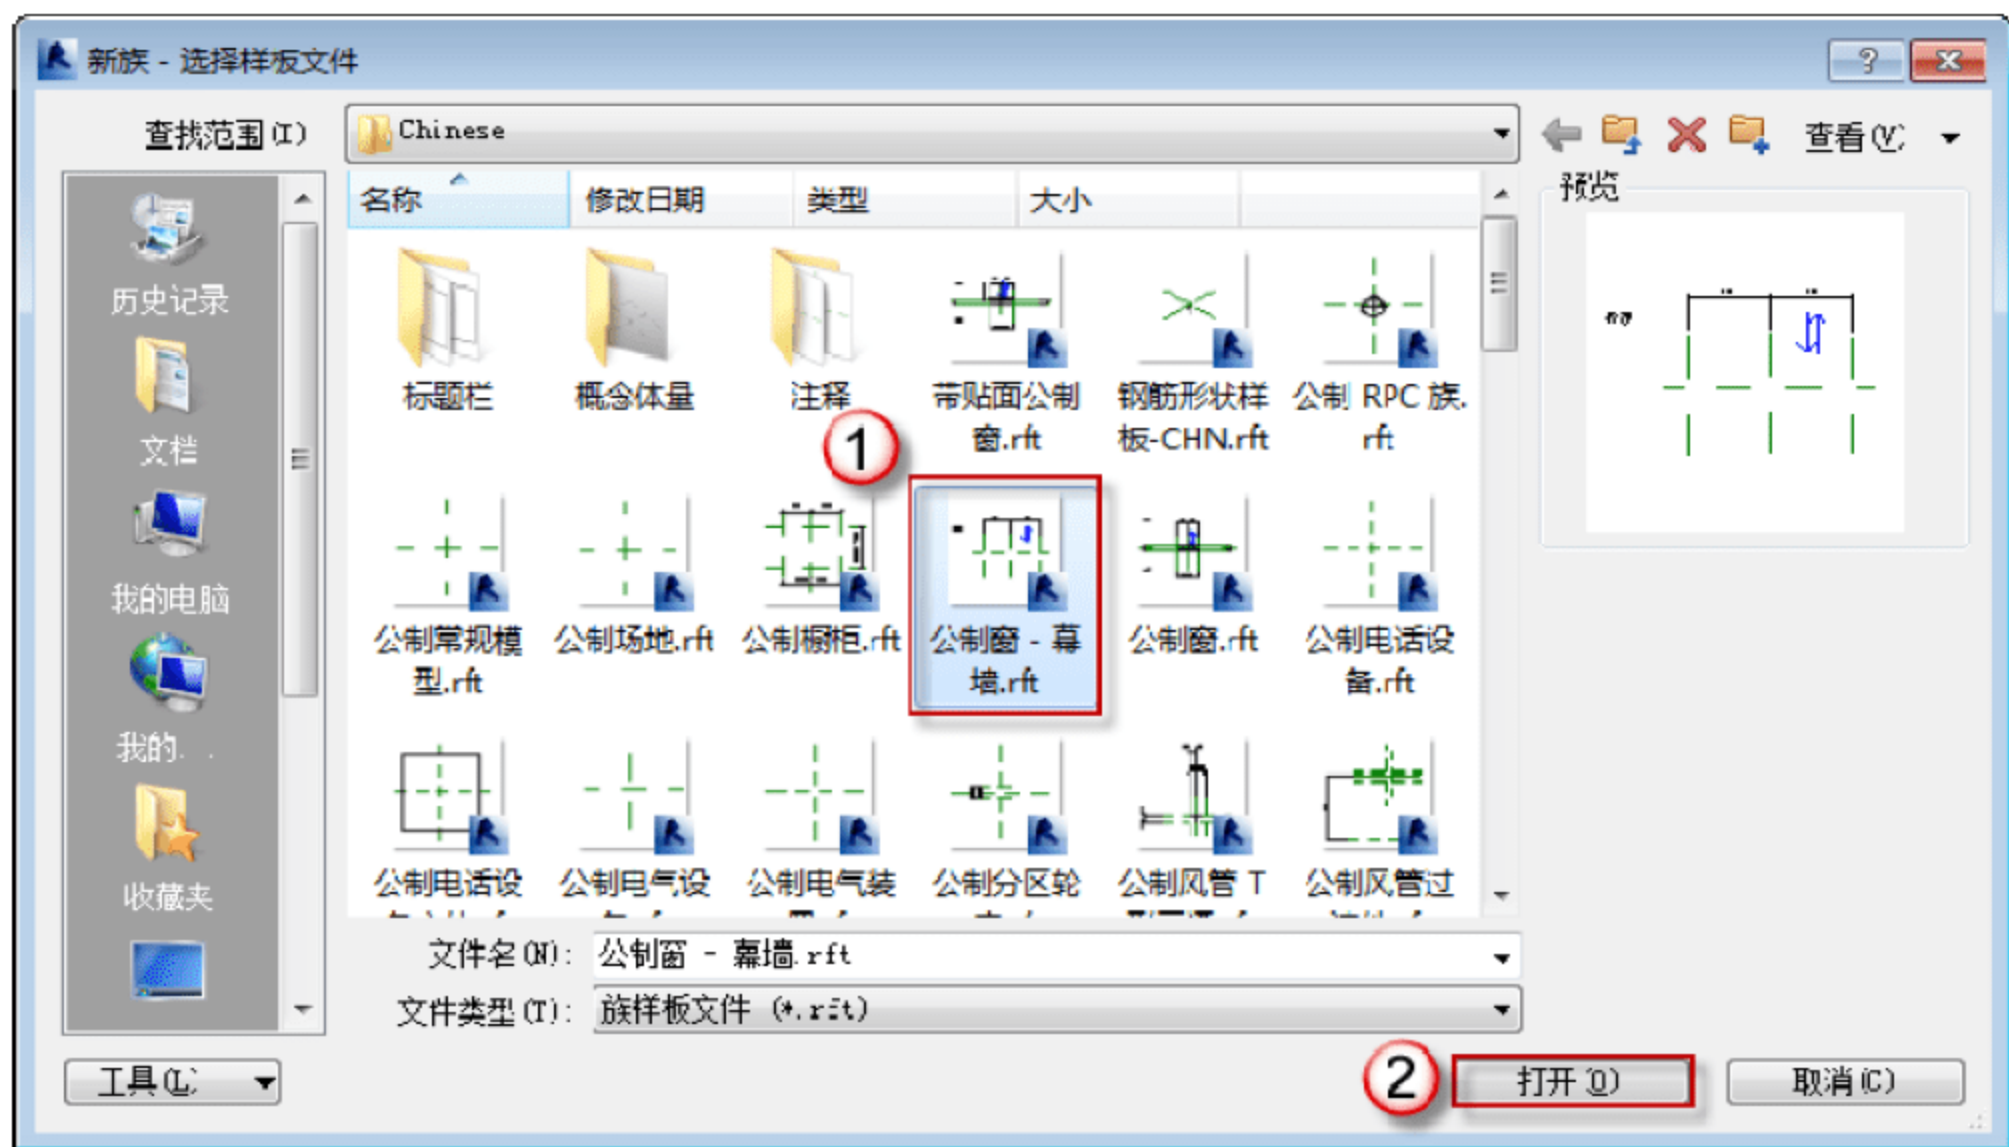

图 7.2.1 “新族-选择样板文件”对话框
(1) 选择“公制窗 - 幕墙.rft”族样板。选择“程序”→“新建”→“族”命令，在弹出的“新族-选择样板文件”对话框中选择“公制窗-幕墙.rft”文件，单击“打开”按钮，进入幕墙族的设计界面，如图 7.2.1 所示。